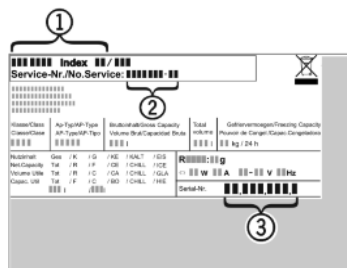

Fig. 7
- ▶ Назва пристрою Fig. 7 (1), сервісний номер Fig. 7 (2) та серійний номер Fig. 7 (3) вказані на таблиці типів. Табличка типів знаходиться всередині пристрою, зліва.
- ▶ Повідомте сервісну службу про характер неполадки, назву пристрою Fig. 7 (1), сервісний номер Fig. 7 (2) та серійний номер Fig. 7 (3).